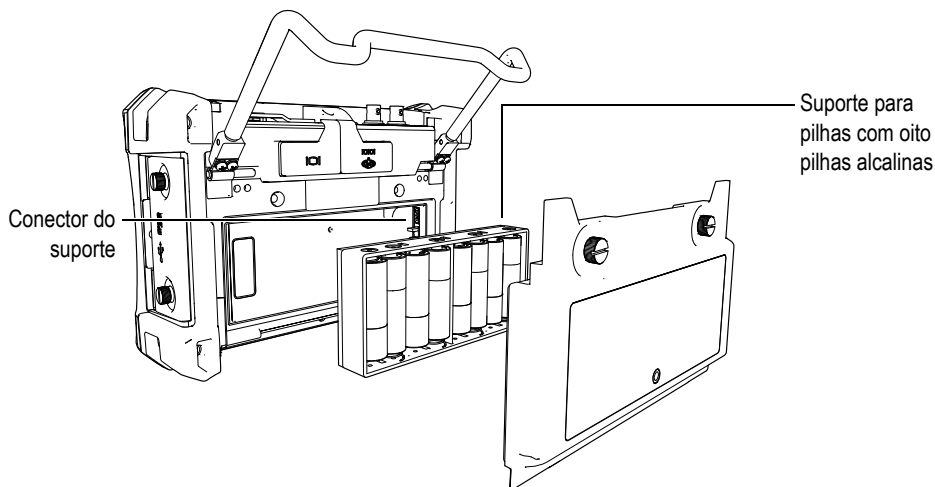

Figura 1-11 Suporte para pilhas alcalinas
6. Coloque o suporte para pilhas alcalinas no compartimento da bateria (veja Figura 1-11 na página 28).